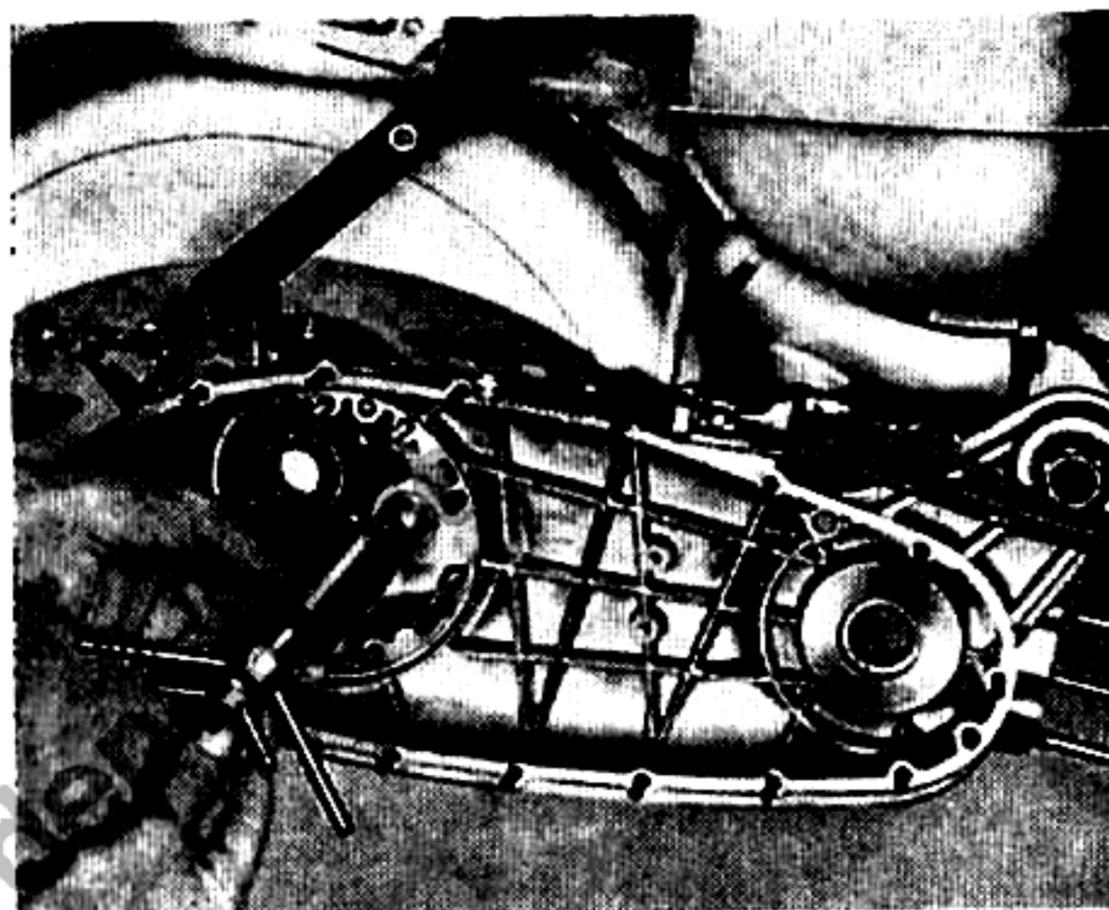

Fig. 21
- 35** Smontare la pista esterna per gabbietta a rullini sul primario: usare l'apposito estrattore, attrezzo numero 59350. Vedi fig. 21.